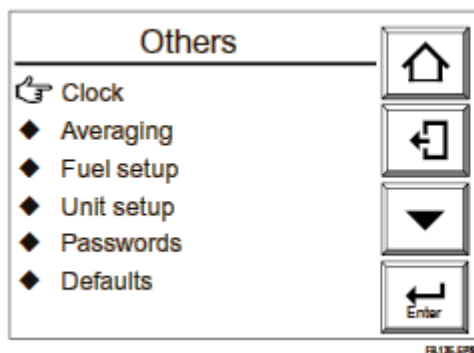

图 8.13 其它设置
- (1) 在基本面板显示上按“设置”键，显示执行/设置显示。
- (2) 在执行/设置显示上选择“设置”，显示“命令”（设置）显示。
- (3) 在“命令（设置）”显示中选择“触点设置”。
- (4) 在触点设置显示里选择“输入触点”。出现输入触点显示，如图 8.13 所示。